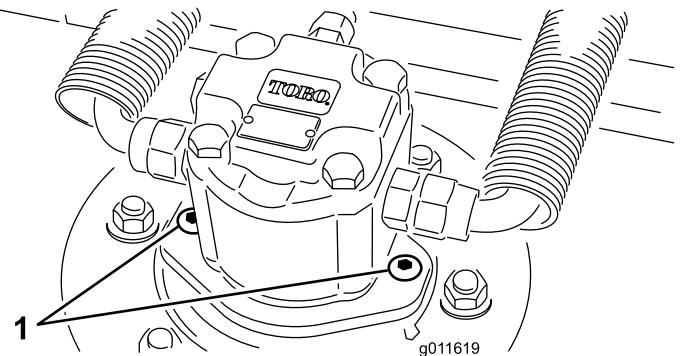

Bild 5
4. Montieren Sie den Hydraulikmotor am Mähwerk (Bild 5). Stellen Sie sicher, dass sich der O-Ring unbeschädigt in seiner Position befindet.